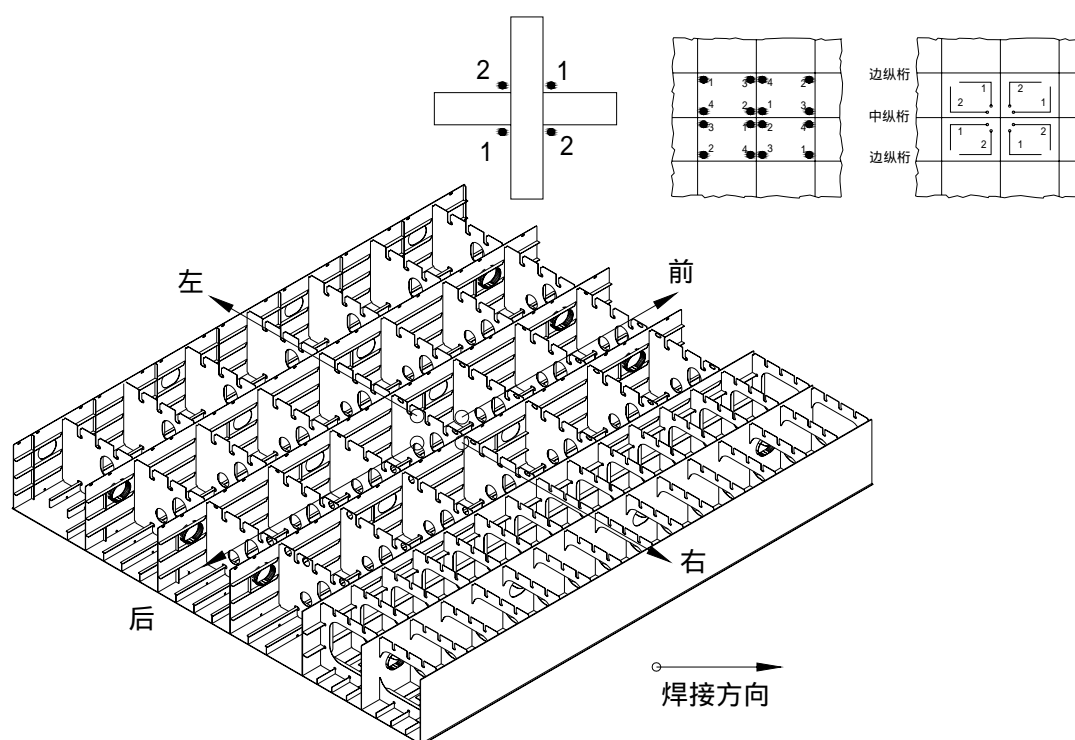

图 4
- b) 焊接顺序：如图 4，由双数焊工同时进行焊接，焊工人数不超过 12 人，焊接方向从中间向前后、左右推进，先焊纵桁与肋板之间的立角焊，再焊纵向肋板与横向肋板之间的立角焊，后焊纵桁肋板与内底板之间的平角焊。
焊内底板架扣在外底板上结构焊缝。由双数焊工同时进行焊接，焊接方向从中间向前后、左右推进。先焊内底板架纵横构架与外底纵骨之间的立角焊，后焊纵横构架与外底板之间的平角焊。具体顺序参见图 4。